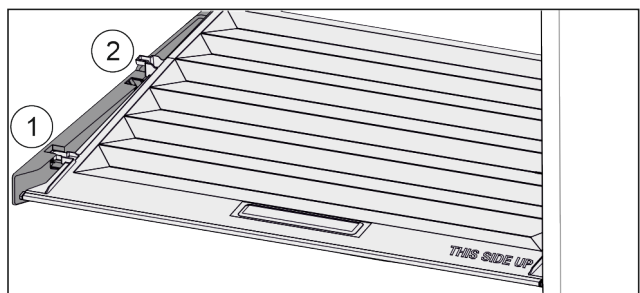

Fig. 89
- ▶ Издърпайте напред Fig. 89 (1) капака до отвора в задържащите части.
- ▶ Повдигнете го отзад отдолу и отстранете Fig. 89 (2) нагоре.